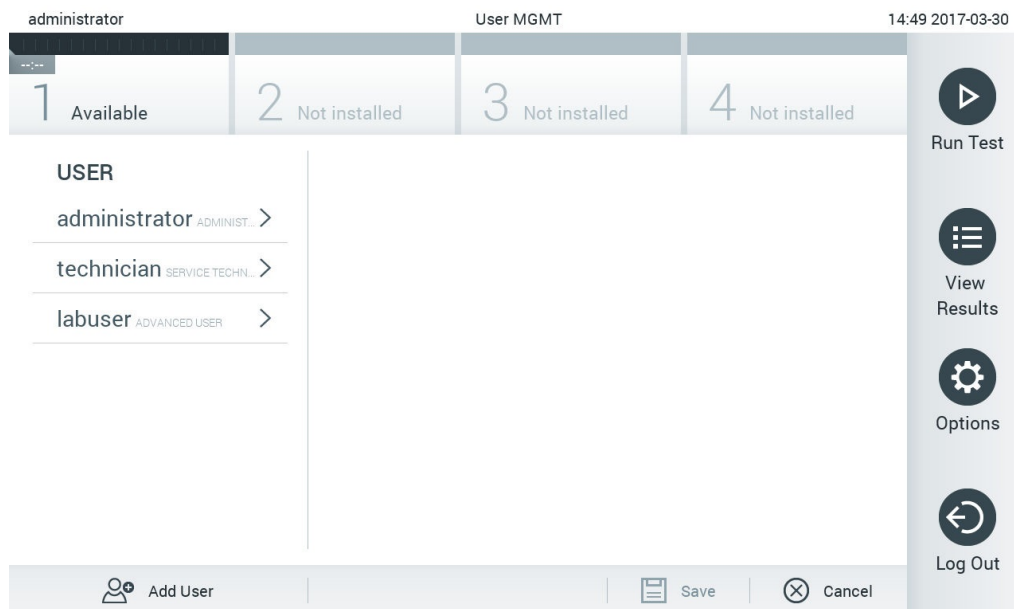

Figura 52. A tela User Management (Gerenciamento de usuários).
1. Pressione o botão Options (Opções) e o botão User Management (Gerenciamento de usuários). A tela User Management (Gerenciamento de usuários) é exibida na área de conteúdo da tela (Figura 52).